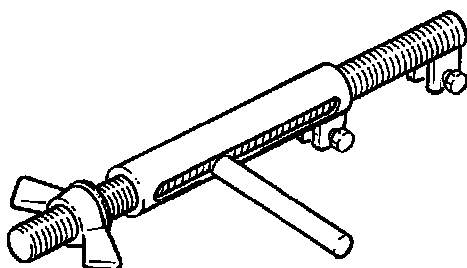

Abb. 180
- Um beim Austauschen des Seils ein Herausspringen der Seilspannfeder zu vermeiden, MUSS der spezielle „Federspanner“ verwendet werden (Abb. 180), der bei den Service- und Kundendienststellen der Firma DONATI SOLLEVAMENTI S.r.l. erhältlich ist.
10. Bauen Sie die Seilspannfeder **-19-** aus, indem Sie den speziellen Seilspanner **-T-** (Abb. 180) sowie eine Zange verwenden, um die Verschlussklammer **-20-** zu entfernen (Abb. 188).
9. Montieren Sie die Seilspannfeder **-19-** ab, indem Sie den speziellen Federspanner **-T-** (Abb. 180) und eine Zange verwenden, um die Verschlussklammer **-20-** zu entfernen (Abb. 188).